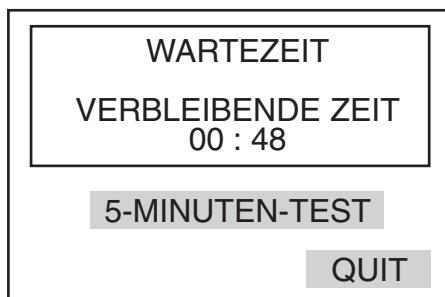

Abbildung 5 Bildschirm für Anfangsstehzeit
1. Nach Betätigung der Taste 'START' erscheint ein Bildschirm, der der Darstellung in Abbildung 5 ähnlich ist.
1. Nach Betätigung der Taste 'START' beginnt die Prüfreihe mit 'TEST 1', und es erscheint ein Bildschirm, der der Darstellung in Abbildung 5 ähnlich ist.
1. Nach Betätigung der Taste 'START' beginnt die Prüfreihe mit 'TEST 1', und es erscheint ein Bildschirm, der der Darstellung in Abbildung 5 ähnlich ist. Das Rührwerk beginnt zu laufen und läuft während der ganzen Prüfreihe. Das auf dem Bildschirm erscheinende Unterdisplay zeigt an, daß für die zu prüfende Ölprobe die Anfangsstehzeit von 3 Minuten läuft und die Zeit bis 0 zurückgezählt wird.